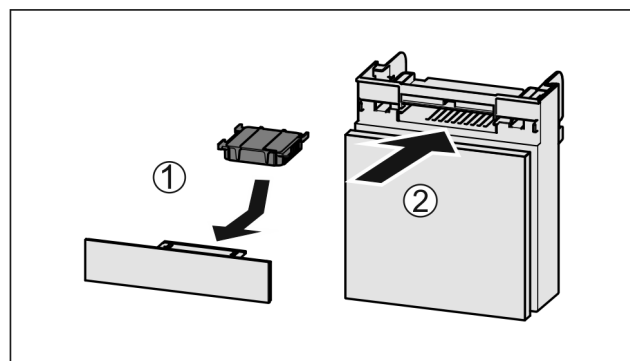

Fig. 45
- ▶ Вставити фільтр з активованого вугілля за малюнком Fig. 45 (1).
- ▶ Вставити відділення Fig. 45 (2).